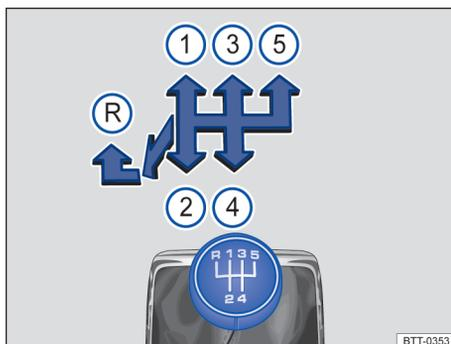

图 137 5 挡手动变速箱挡位示意图
- 停顿数秒钟后下压换挡杆，然后往左推到底，再将换挡杆向前推至换挡手柄上所示的倒挡位置→图 137 (R)